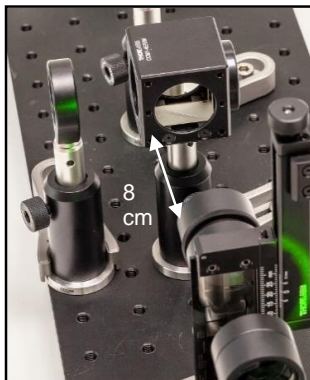

Abbildung 17: Der Halter des Strahlteilers sollte nicht beleuchtet sein.
- Stellen Sie den Strahlteiler zwischen Objektivlinse und Tubuslinse auf. Der Abstand des Strahlteilers zur Objektivlinse sollte 8 cm betragen, gemessen zwischen den Kanten der Gehäuse. Die korrekte Orientierung ist in Abbildung 17 gezeigt. Stellen Sie den Strahlteiler nicht zu nahe an die Objektivlinse, da sonst nicht genügend Platz zur Manipulation der Fourier-Ebene bleibt.